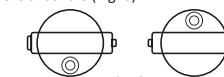

Fig. 6
- a) Impostare la bolla a zero punto e ruotare il cannocchiale di 180°. La bolla deve rimanere al centro (Fig. 6).